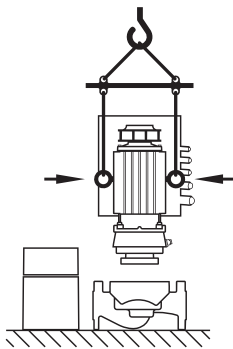

Fig. 9: Транспортировка электродвигателя
- При необходимости, например в случае ремонта, проушины можно перенести с фланца на корпус электродвигателя (см., напр., Fig. 9). Перед монтажом транспортировочных проушин на корпусе электродвигателя необходимо вывернуть дистанционные выключатели из отверстий для транспортировочных проушин (Fig. 7, поз. 20b) (см. главу 10.2.1 «Замена торцевого уплотнения» на странице 239).
- Транспортировочные проушины, перенесенные с фланца электродвигателя на корпус электродвигателя, разрешается использовать только для перемещения/транспортировки съемного блока (Fig. 9), но не всего насоса. Использование проушин для отделения съемного блока от корпуса насоса запрещено.